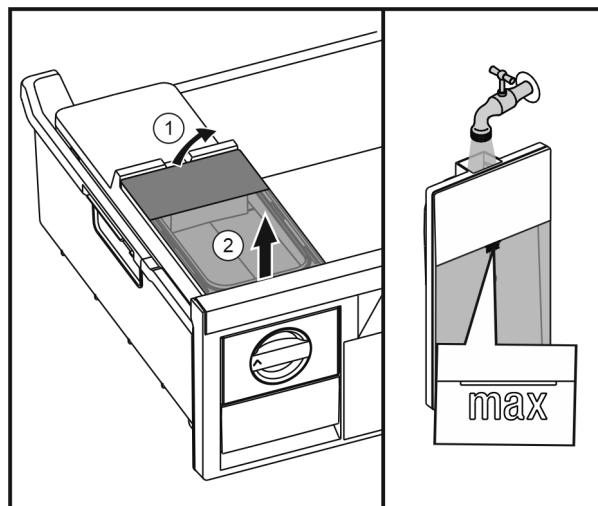

Fig. 43
- ▶ Waterreservoir van achter optillen Fig. 43 (1) en omhoog verwijderen Fig. 43 (2).